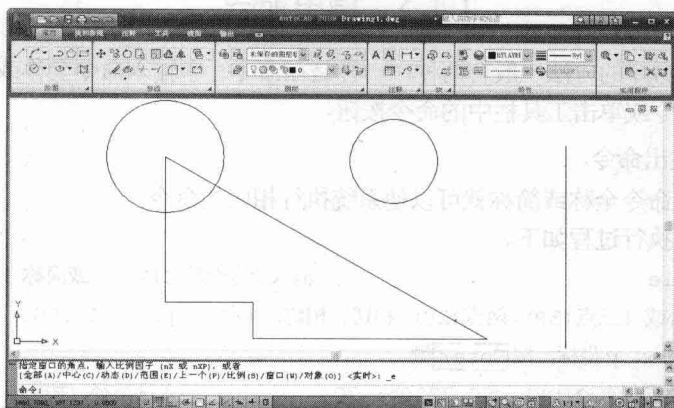

图1-7 显示全部图形
11. 单击【功能区】中【实用程序】面板上的  按钮，图形又全部显示在窗口中，如图 1-7 所示。